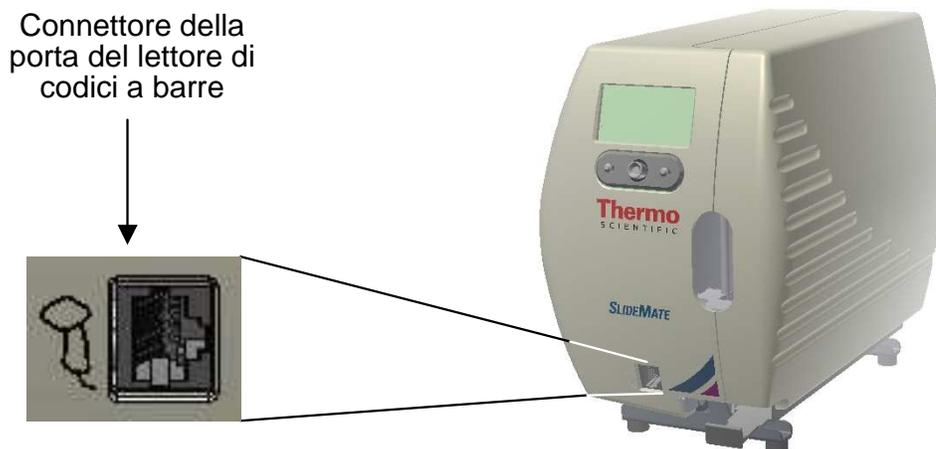

Figura 1 - Collegamento del lettore di codici a barre
- **Select Port (Seleziona porta)**, SlideMate ha 3 porte di entrata (**Figura 1 e 2**)